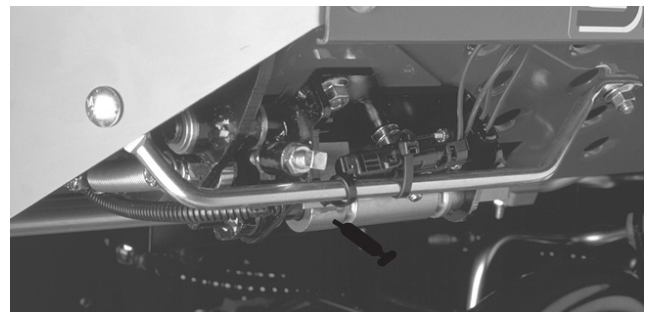

Bild 31
- Mähen-/Transportschieber (Bild 31)